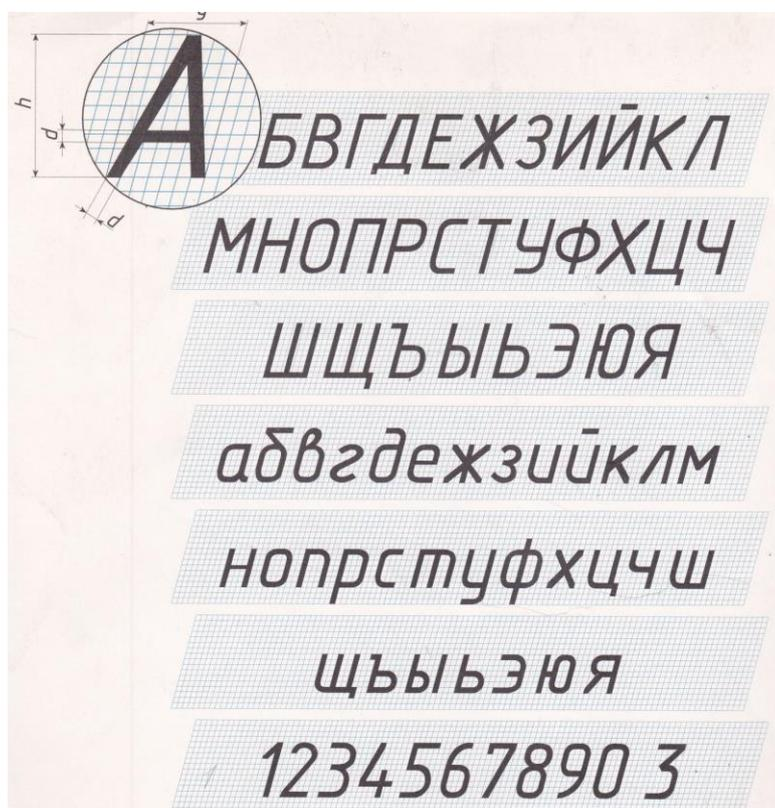

Рисунок 1 - Прописные, строчные буквы и цифры шрифт типа Б с наклоном 75° ,
1. **Размер шрифта h** – величина, определенная высотой прописных букв в миллиметрах. Высота h измеряется перпендикулярно к основанию строки (рис. 1).